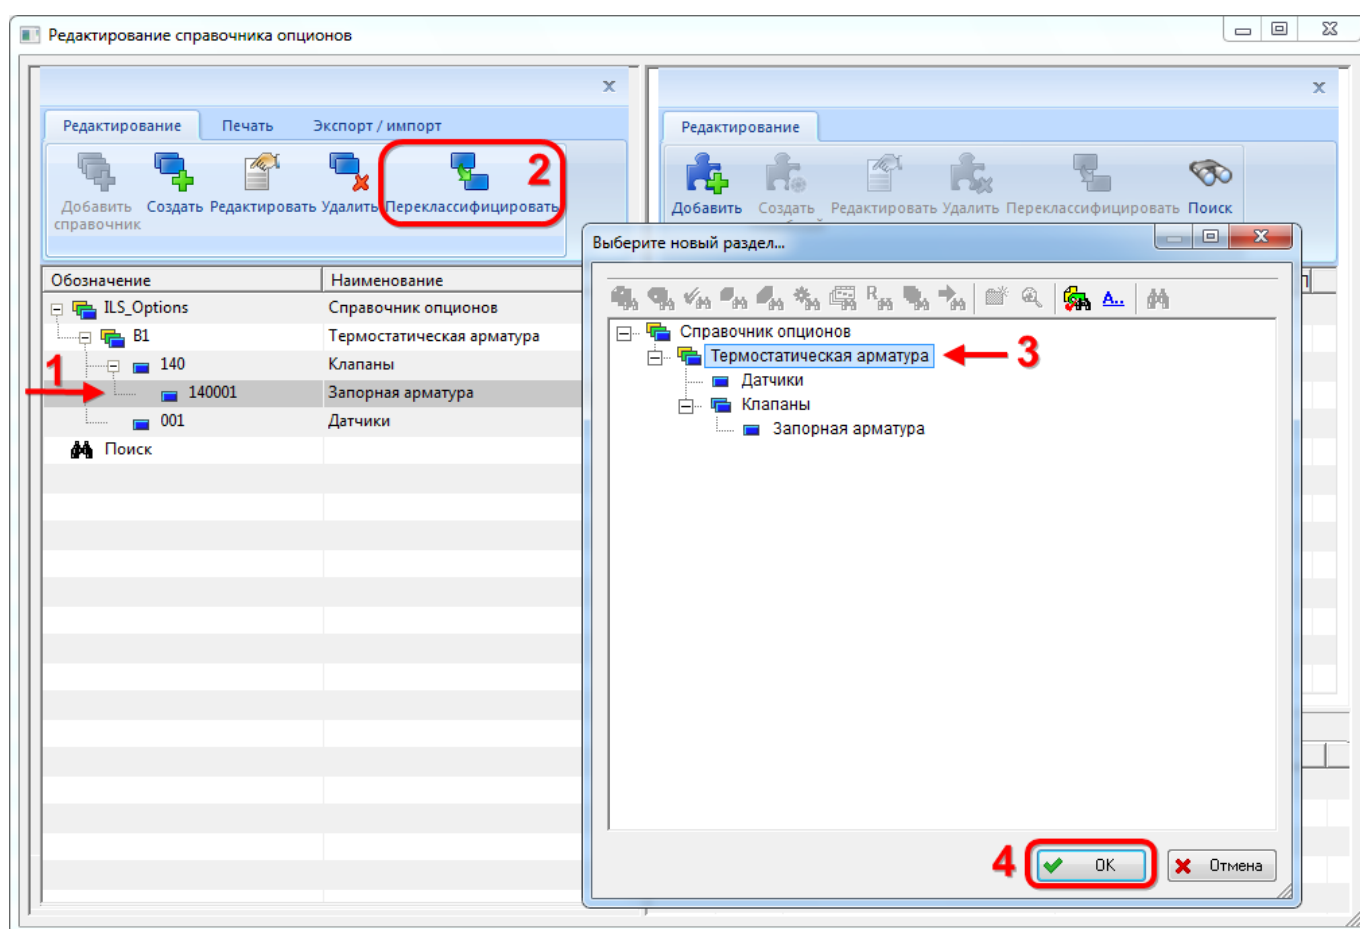

Рис. 10-142 – Перемещение раздела справочника опционов
3) Для каждой системы изделия нужно создать подраздел справочника. Для добавления подраздела к разделу необходимо выбрать раздел и нажать кнопку «Создать» на вкладке «Редактирование». В появившемся окне «Свойства раздела» в поле «Наименование» ввести название. Первой частью кода подраздела (1 на рис. 10-142) является код родительского раздела. Значение второй части кода раздела, предложенное по умолчанию, можно оставить без изменения (2 на рис. 10-142). Нажать кнопку «ОК». Обозначение и наименование созданного подраздела появятся в дереве справочника.